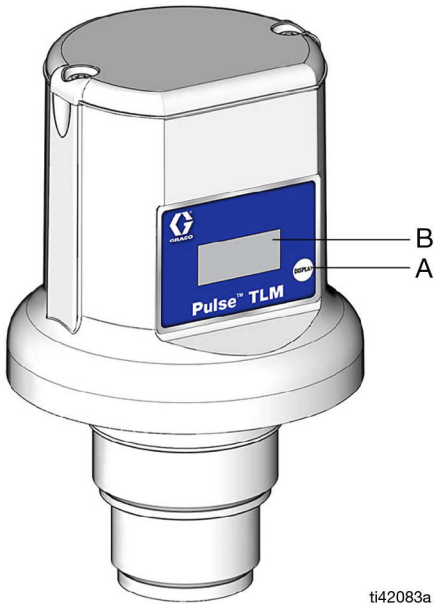

FIG. 7
Pulse y suelte el botón Display (A). Los datos aparecen en la pantalla (B) (FIG. 7); cada pantalla dura unos segundos antes de cambiar a la siguiente.
Después de llenar un depósito desde un distribuidor de aceite o de vaciar un depósito de aceite usado por un proveedor de servicios de aceites usados, pulse el botón Display (A) (Fig. 7) en el TLM para asegurarse de que mantenga el volumen del depósito más actual.